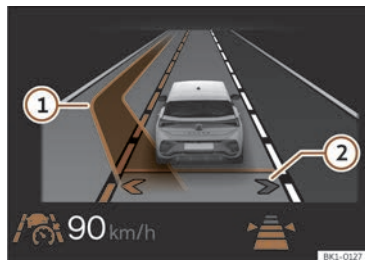

Fig. 136 A la pantalla del quadre d'instruments: visualització del canvi de carril assistit (representació esquemàtica).
S'activa el canvi de carril assistit. Les fletxes del vostre propi carril a la pantalla del quadre d'instruments es mostren de color gris >>> **fig. 136 ②**
Si el sistema no ha detectat cap objecte en el camp de detecció de sistema de sensors i és possible un canvi de carril assistit a un carril adjacent, el carril corresponent es mostra a la pantalla del quadre d'instruments al costat del carril propi del conductor. La fletxa del costat del carril corresponent es mostra de color blanc >>> **fig. 136 ②**.